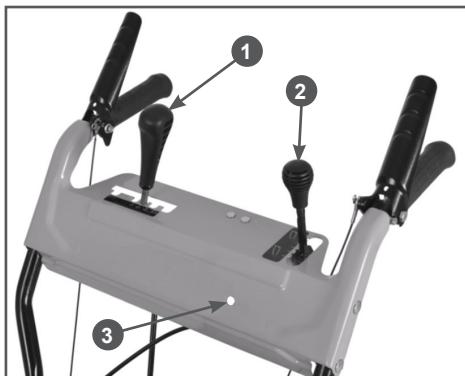
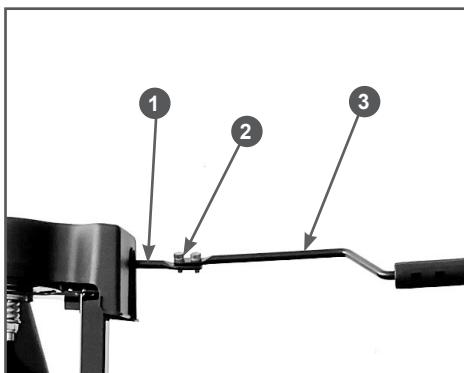

Рис. 10 Установка ручек рычагов ST661
Рис. 16 Установка вала управления поворотом желоба
7. Накрутите ручки на рычаг переключения передач и рычаг управления дефлектором и затяните контргайки (только для ST661) (Рис. 10).
- Установите вал управления поворотом желоба (только для ST661). Вставьте круглый конец вала управления поворотом желоба в отверстие 3 на панели (Рис. 10). Второй конец вала соедините с валом 1 механизма поворота желоба с помощью двух болтов 2 (Рис. 16).